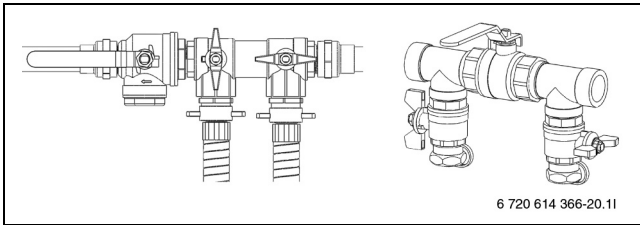

Bild 30 Befüll-einrichtungen in Druckerhöhungposition
- Nach erfolgter Entlüftung Kreis unter Druck setzen. Ventile der Befüll-einrichtung auf Druckerhöhungposition stellen und Kreis mit 2,5 bis 3 bar unter Druck setzen (→ Bild 30).